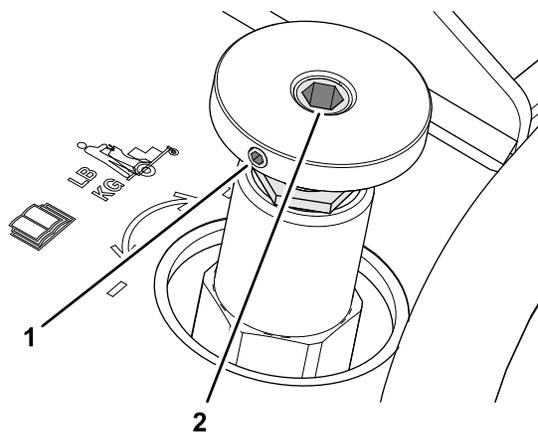

Рисунок 60
1. Ослабьте установочный винт в ручке клапана корректировки веса оператора; см. Рисунок 60 в разделе Настройка клапана корректировки веса оператора \(страница 57\).
Примечание: Не вращайте ручку во время снятия ее с вала. Если вам нужна помощь для сохранения положения вала клапана управления, вставьте шестигранный ключ в шестигранное гнездо вала, чтобы удерживать его в установленном положении; см. Рисунок 60 в разделе Настройка клапана корректировки веса оператора \(страница 57\).